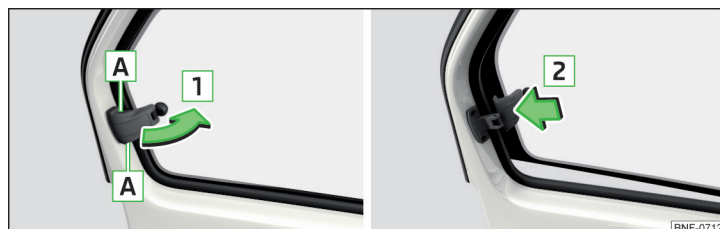

Fig. 34 Deschiderea/închiderea geamurilor din spate
- > Pentru **deschiderea** geamurilor, apucați siguranța din locașul **A** » fig. 34.